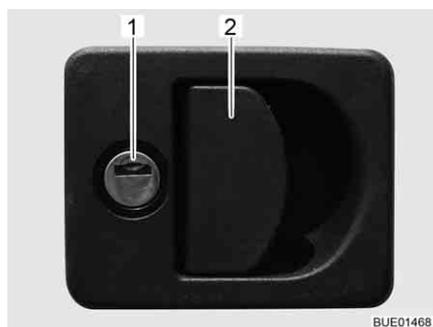

Fig. 48 Fechadura de alçapão com invólucro do manípulo
- Abrir:** ■ Meta a chave no canhão da fechadura (Fig. 48,1), girando-a um quarto de volta. A fechadura de alçapão está destrancada.
- Puxe o manípulo da fechadura (Fig. 48,2). A porta de alçapão está aberta.